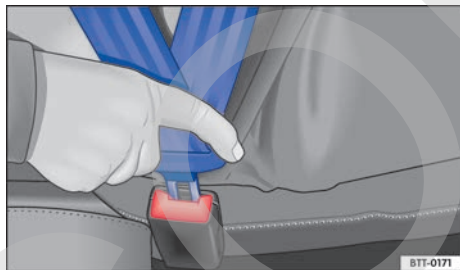

Fig. 64 Insertar la lengüeta del cinturón de seguridad en su cierre.
- Inserte bien la lengüeta del cinturón en el cierre del cinturón correspondiente a la plaza ⇒ **fig. 64**.